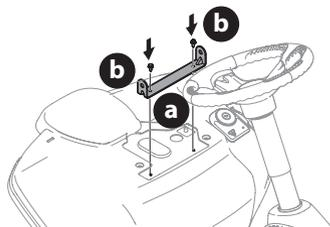

Figura 6
- Alinee el soporte del asiento (a) en su lugar sobre los orificios de los pernos autorroscantes (b) que extrajo (Figura 6).
- Con una llave de trinquete de 1/4 pulgada y una llave de cubo de 3/8 pulgada, sujete el soporte del asiento con los pernos autorroscantes que extrajo en el Paso 2 (Figura 6).